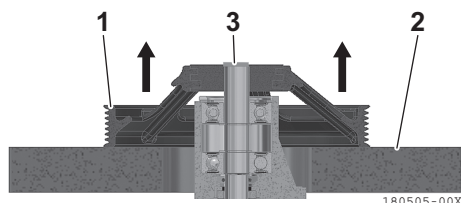

Figura 17
1. Posizionare la puleggia (**Figura 17, (1)**) su un supporto (**Figura 17, (2)**) che sostenga l'intera circonferenza della puleggia.
2. Rimuovere la puleggia premendo sull'estremità dell'albero (**Figura 17, (3)**).